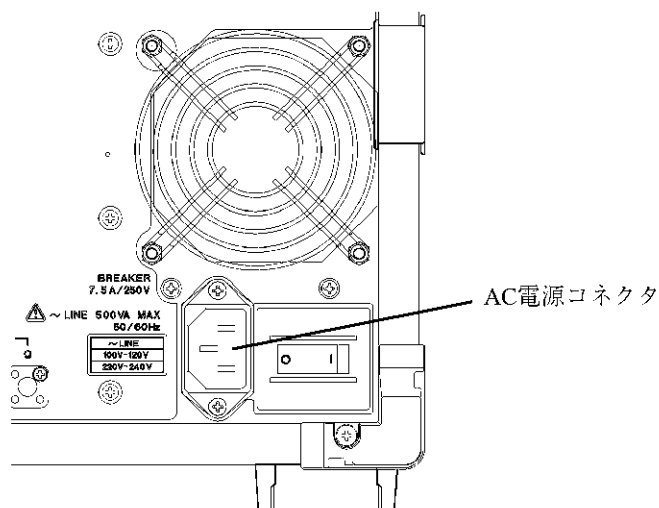

図 3-6 電源ケーブルの接続
2. 本器背面パネルの AC 電源コネクタと、保護接地端子を備えた3極電源コンセントを付属の電源ケーブルで接続します（図3-6を参照）。